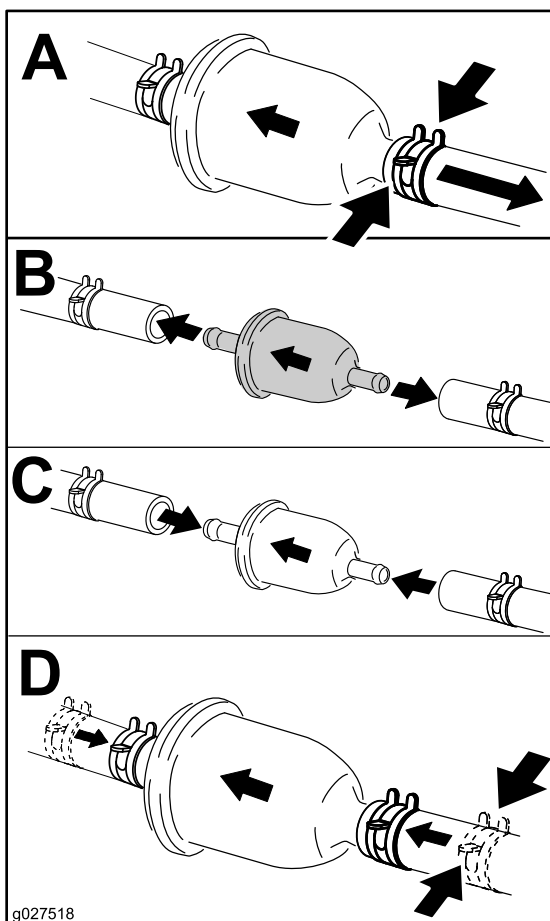

Figura 53
3. Sostituire il filtro (Figura 53).